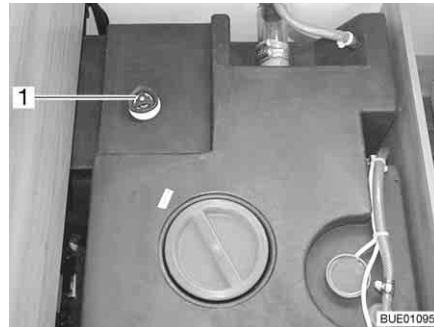

Fig. 196 Réservoir d'eau avec poignée tournante
- Faire tourner à fond dans le sens des aiguilles d'une montre la poignée tournante (Fig. 196,1) située sur le réservoir d'eau.
- Faire tourner la poignée tournante (Fig. 196,1) située sur le réservoir d'eau dans le sens inverse des aiguilles d'une montre jusqu'à ressentir une résistance. L'eau s'écoule, 60 litres restent.